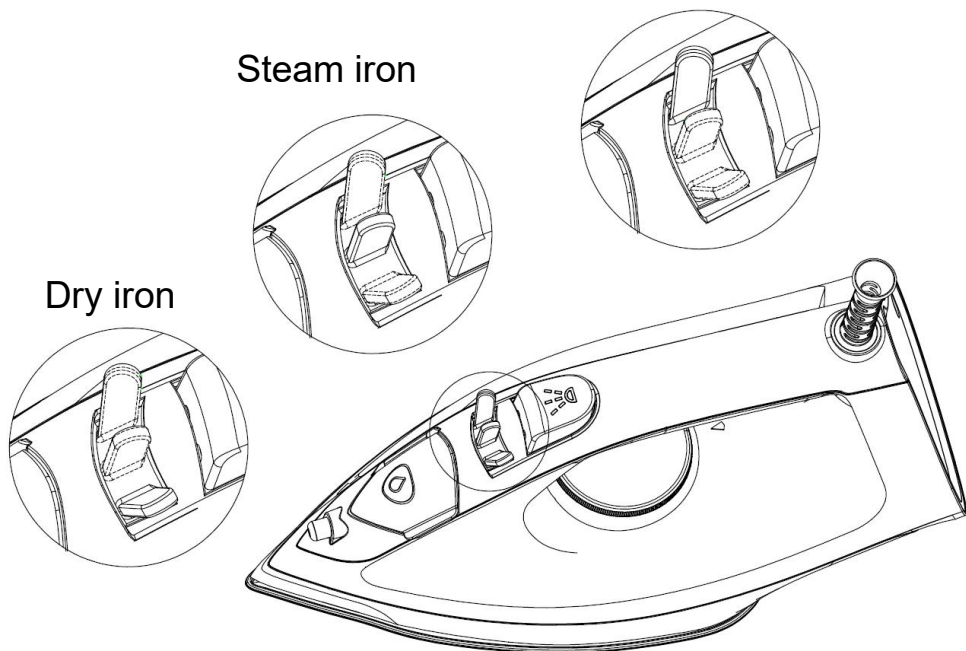

Fig.5
81.Välj önskad funktion med Steam-ratten enligt dina önskemål (se Fig.5). Vrid Steam-ratten till "Steam iron"-inställningen, strykjärnet kommer att fortsätta att släppa ut ånga. Om du behöver aktivera läget för torrt stryk, vrid ångvredet till inställningen "Torrt strykjärn".